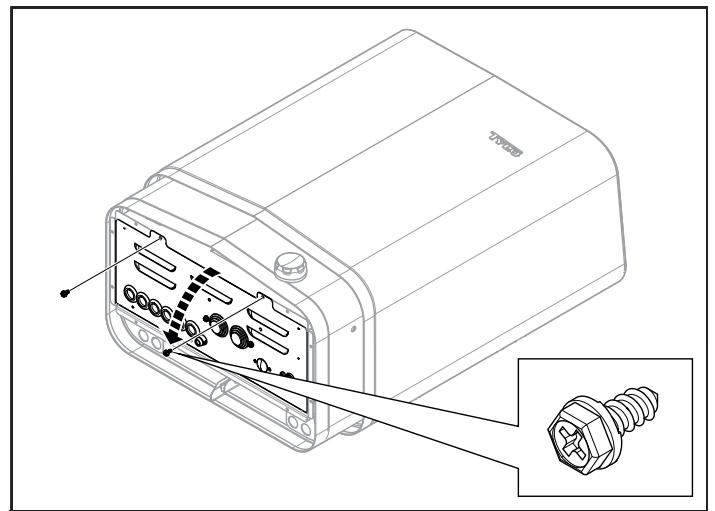

Abb. 7: Öffnen/Schließen der Abdeckung
2. Lösen Sie die Schrauben und öffnen Sie die Abdeckung, siehe Abb. 7.
- Schließen Sie die Abdeckung und drehen Sie die Schrauben ein, siehe Abb. 7, Seite 15.